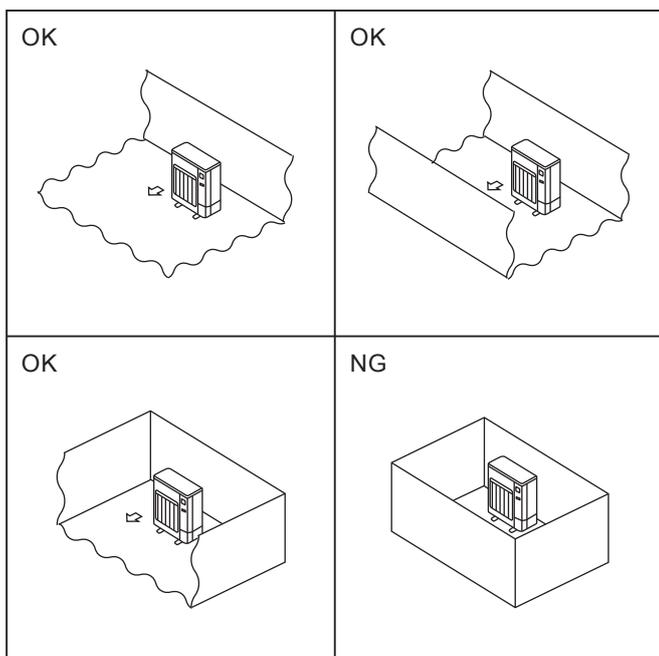

Fig. 2-2
- Ⓞ Monter utendørsenheter på et sted der minst én av fire sider er åpne, og i et tilstrekkelig stort område uten fordypninger. (Fig. 2-2)